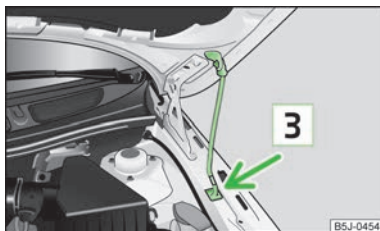

Fig. 117 Seguro del capó con la varilla de apoyo
- Retirar la varilla de apoyo desde la fijación y asegurar el capó abierto colocando el extremo de la varilla en el orificio **3** » fig. 117 previsto para ello.